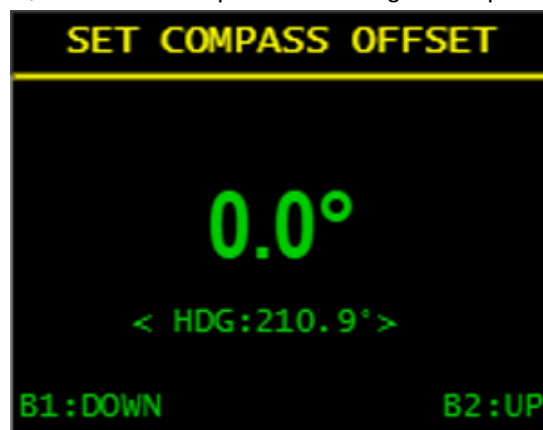

Fig 56 - Deviazione della bussola
- B1** Premere brevemente per accedere alla schermata "Set compass offset" (deviazione della bussola - **Fig 56 - a pag. 29**);